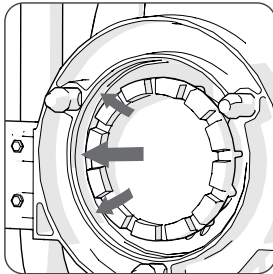

Fig 7 (las flechas muestran la pared interna del anillo anular)
- Mantenga el anillo anular escrupulosamente limpio y libre de partículas extrañas. **(Fig. 7)**